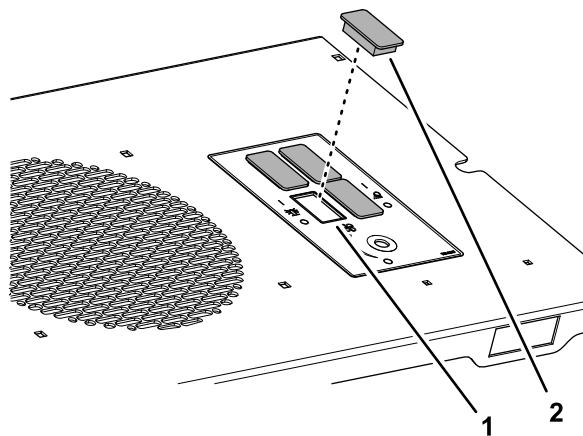

Figura 4
1. Allineate il tappo alle aperture rettangolari che si trovano sul pannello interruttori (Figura 4).
2. Montate il tappo nell'apertura sinché non si inserisce saldamente nel pannello (Figura 4).
3. Ripetete i passaggi 1 e 2 per gli altri 3 tappi (Figura 4).